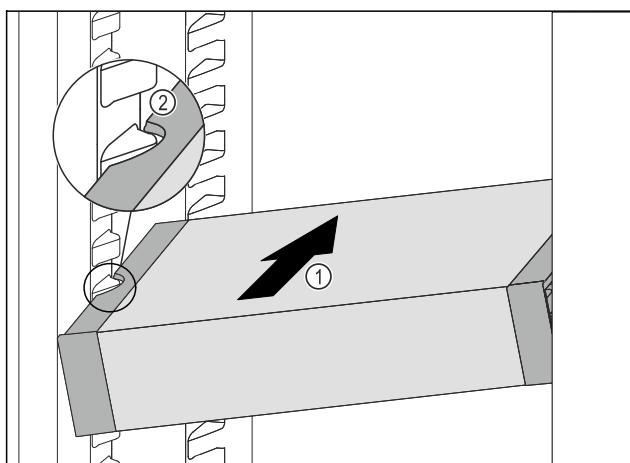

Fig. 105
- Вкарайте VarioSafe под ъгъл в хладилната част Fig. 105 (1), докато страничните прорези Fig. 105 (2) на VarioSafe се намират на височината на реброто на съда в хладилната част.